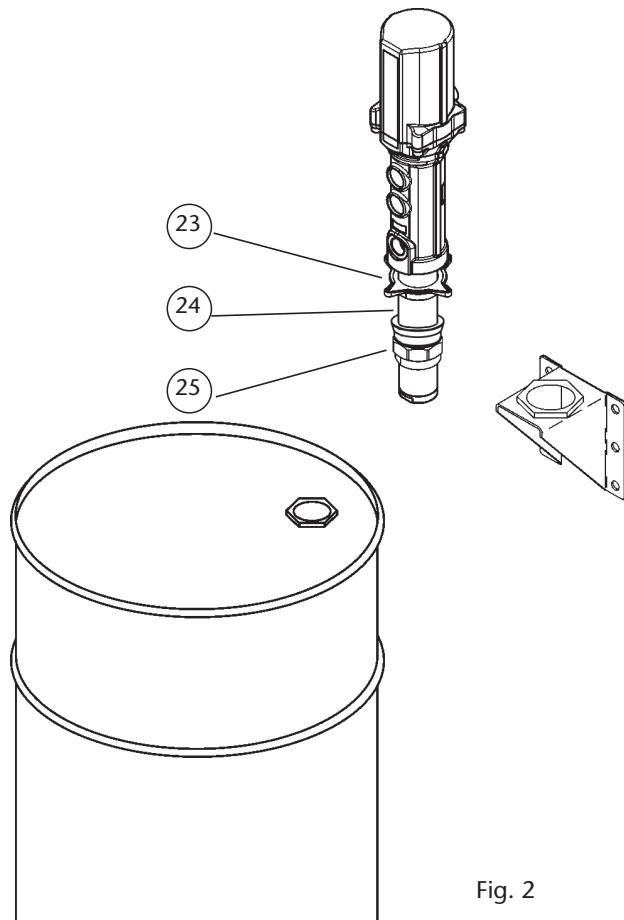

Fig. 2
These pumps can be mounted directly on drums, tanks, or on a wall bracket fitted with a 2" bung (fig. 2).
Las bombas pueden ser montadas directamente sobre bidones, cisternas o sobre un soporte mural que dispongan de rosca 2" BSP H (fig. 2).
Les pompes peuvent être installées directement sur fût, sur citerne ou bien encore sur un support mural muni d'un raccord 2"BSP (F) (Voir fig. 2).
- Desserrer le raccord en étoile (23) de l'adaptateur pour extraire la partie inférieure de ce dernier (25) et la fixer à l'orifice 2" du fût ou du support mural.
- Placer le raccord en étoile (23) ainsi que l'anneau (24) de l'adaptateur autour du tube.
Die Pumpen können direkt auf das Fass oder auf eine Wandhalterung mit 2"-Verschraubung montiert werden. (Bild 2).